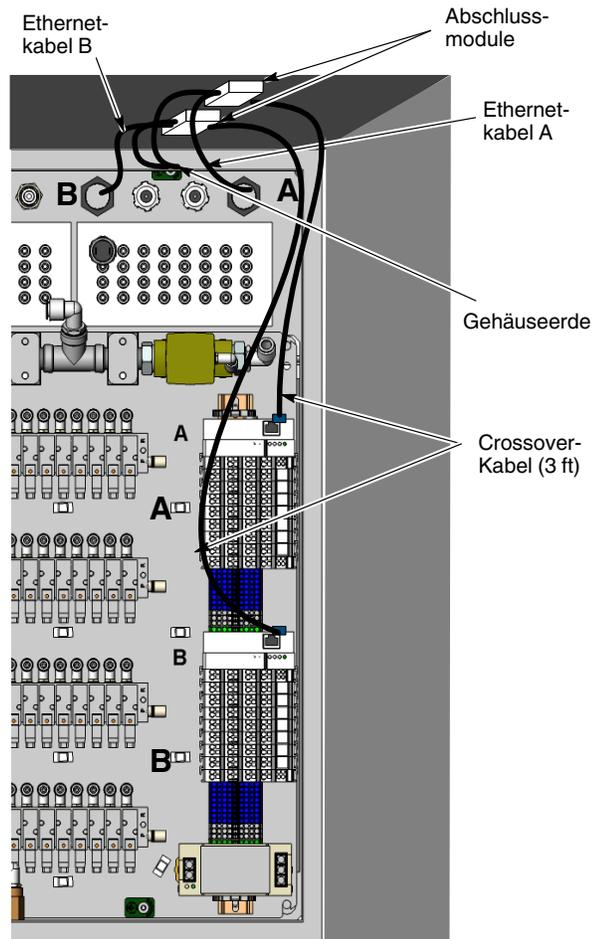

Abbildung 3-12 Ethernetkabel-Abschluss in der Farbwechselkonsole
11. Siehe Abbildung 3-12. Die Abschlussmodule unter der Gehäuseoberseite installieren.